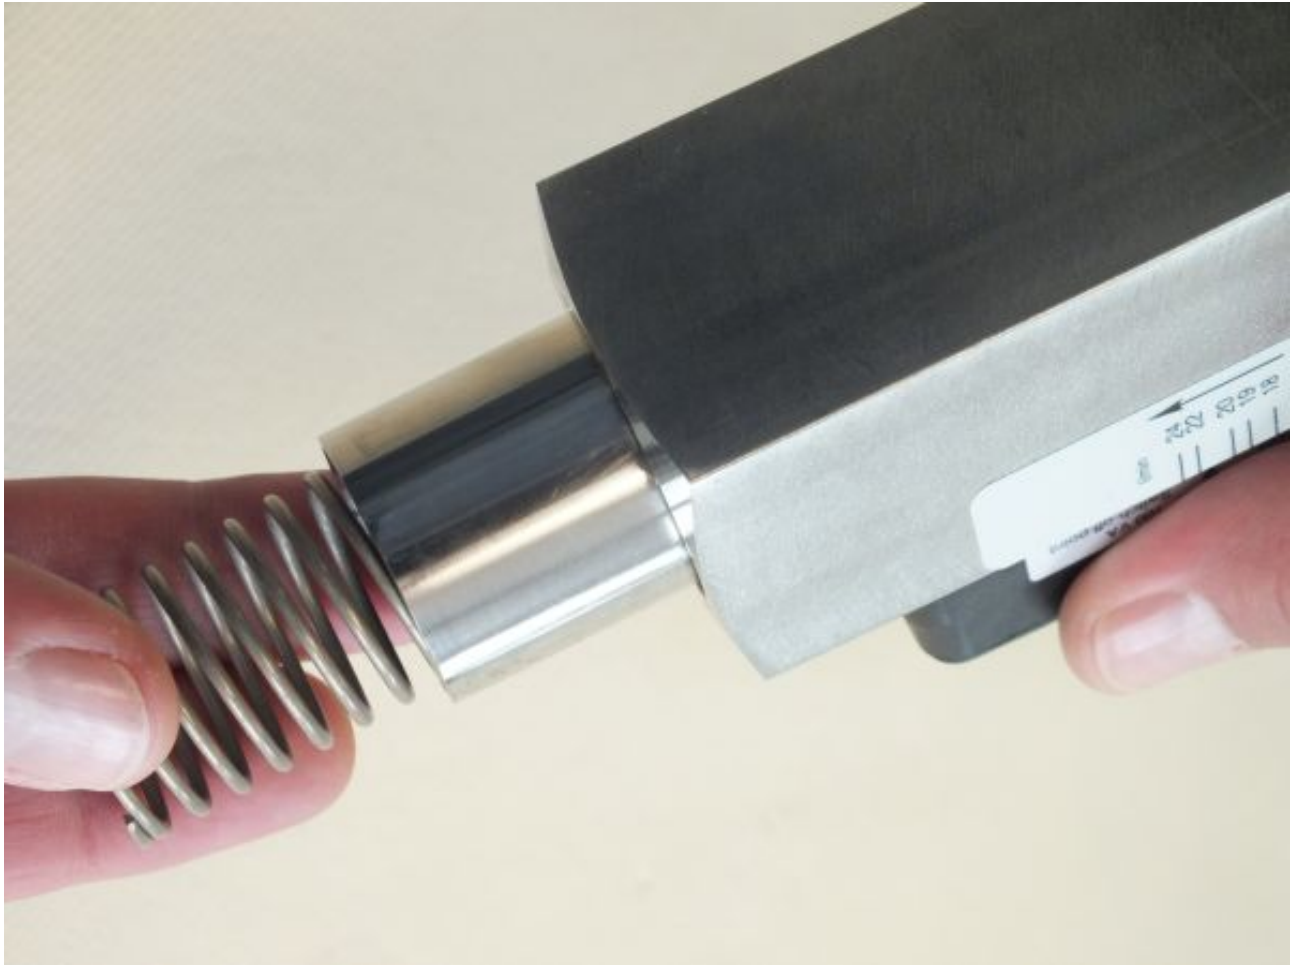

Abb. 51: Innenteile entnehmen
- 11.** ▶ Gerätekörper vorsichtig um 180° drehen und Innenteile des Gerätes (Schwebekörper, Magnete und Feder) entnehmen (*Abb. 51*)